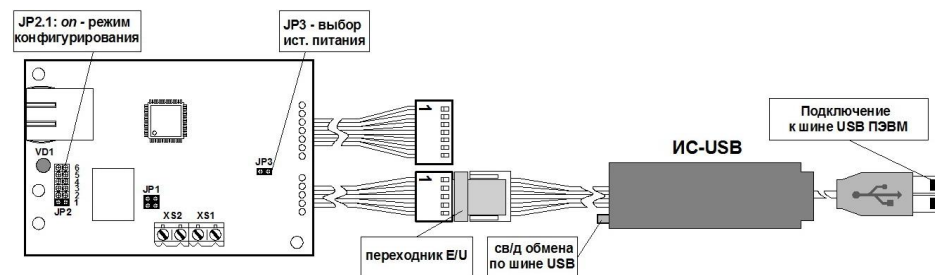

Рис. 3. Подключение модуля и ИС-USB.
В этом варианте применения, модуль подключается к ПЭВМ с использованием переходника E/U и модуля согласования ИС-USB (см. рисунок 3) или ИС-232 (см. рисунок 4). Внешнее питание на модуль подается только, если используется ИС-232.
- подключить модуль к ПЭВМ (см. Рисунок 3);
- подключить модуль согласования ИС-USB к разъему XS3 модуля через переходник E/U (см. рисунок 3);